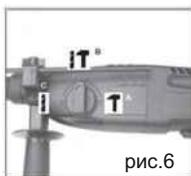

рис.6
Для выбора режима долбления переместите переключатель в положение (A). (рис.6)